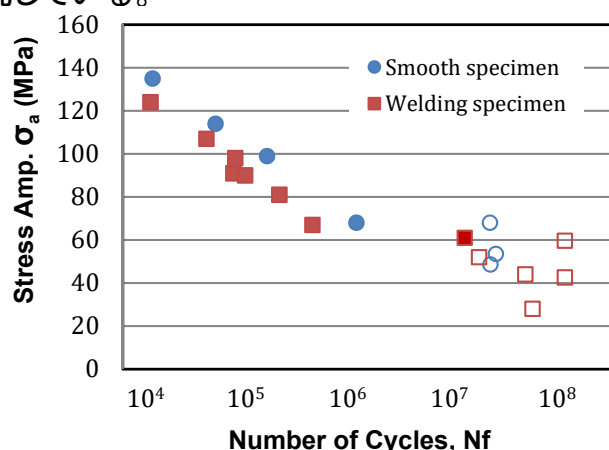

図1 平滑材及び溶接継ぎ手材のS-N線図
- 平滑材 (Smooth Specimen) と溶接継手材 (Welding Specimen) の変位一定型平面曲げ疲労試験機による疲労試験を行い、平滑材で68 MPa、溶接継手材 (余盛り除去) で60 MPaの疲労限度となり、溶接しても約13%の低下に留まることが明らかとなった(図1)。